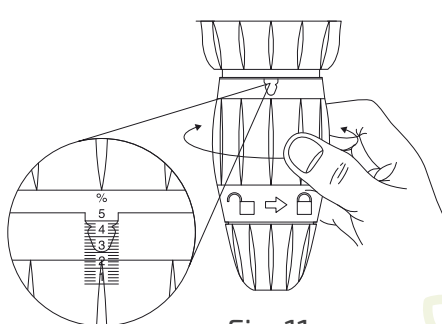

Fig. 11
3. Rosqueie ou Desrosqueie a peça reguladora de modo que as duas pontas do olhal de visualização estejam no nível da proporção desejada, indicada na régua graduada (Fig 11.)